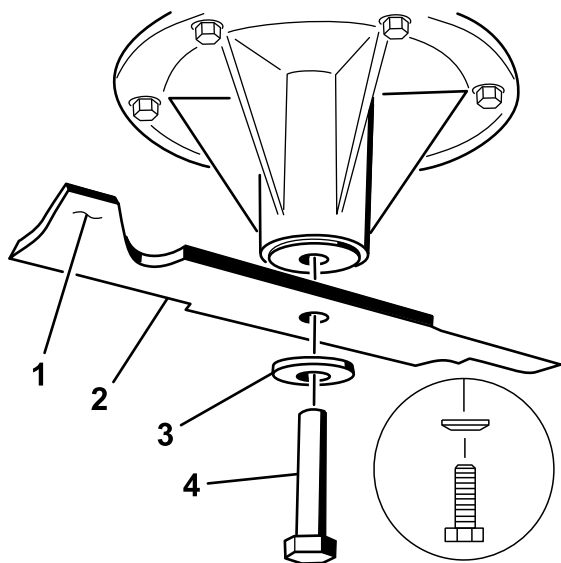

Figura 80
1. Instale la cuchilla en el eje (Figura 80).
2. Instale la arandela de muelle y el perno de la cuchilla. El cono de la arandela de muelle debe estar orientado hacia la cabeza del perno (Figura 80). Apriete el perno de la cuchilla a 115–150 Nm (85–110 pies-libra).